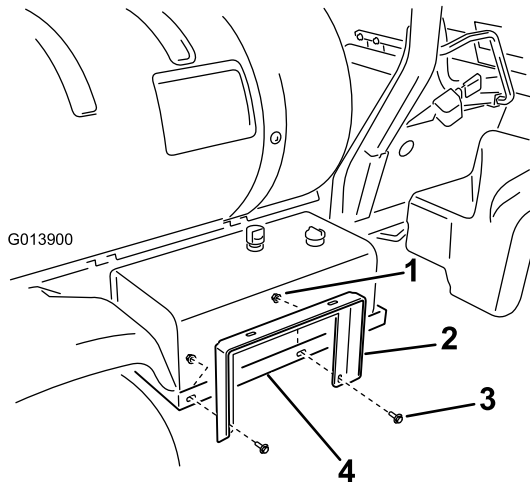

Bild 8
1. Montieren Sie die Schlauchwagenstütze (Bild 8) mit 2 Bundbolzen und zwei Bundmutter ((3/8 x 1 Zoll)) und zwei Bundmutter ((3/8 Zoll)) an der Befestigung des Hydraulikbehälters. Ziehen Sie die Mutter nicht ganz fest an, um eine spätere Einstellung zu ermöglichen.
3. Montieren Sie die Schlauchwagenstütze (Bild 8) mit 2 Bundbolzen ((3/8 x 1 Zoll)) und zwei Bundmutter ((3/8 Zoll)) an den Schlauchwagenriemen.